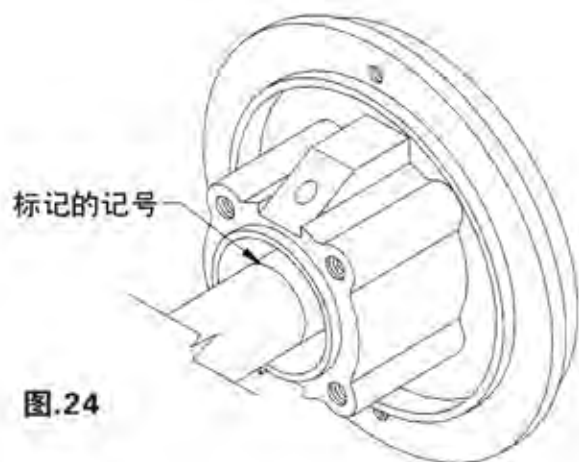

图.24
- 1.将轴杆涂上蓝色(16)。在泵盖的表面刻一条标记，作为安装机械密封的参考。(图24)